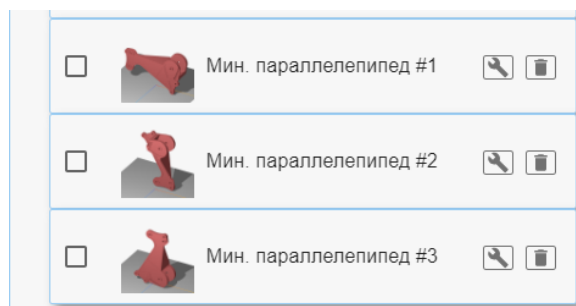
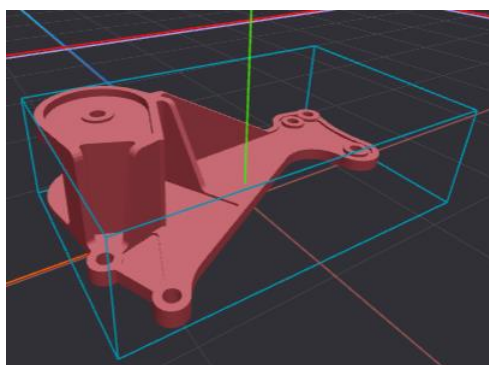

Рис. 10.7 – Пример сгенерированных положений вида «Мин. параллелепипед #...»
Рис. 10.8 – Пример детали и ее минимального параллелепипеда
2. «*Мин. параллелепипед #...*» (см. рис. 10.7). Такие положения определяются как 6 сторон минимального параллелепипеда, охватывающего деталь (см. рис. 10.8).